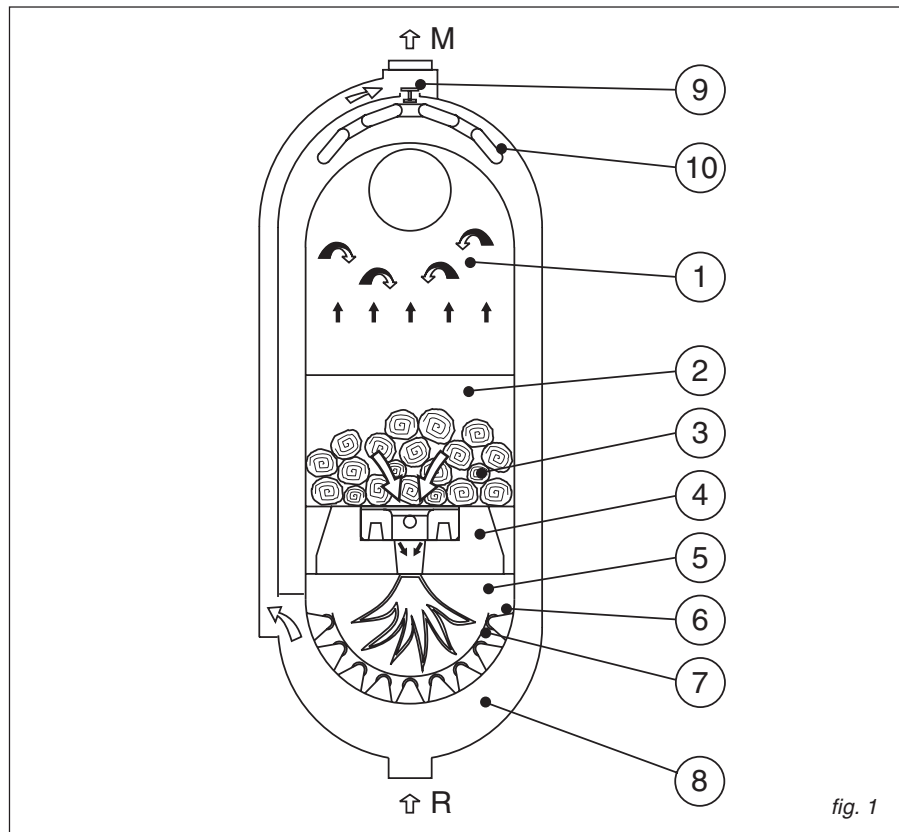

fig. 1
Le circuit hydraulique interne à la chaudière est conçu de telle façon qu'un système thermostatique garde toujours élevée la température de l'eau qui entoure le magasin de chargement en bois, pour éliminer le dangereux phénomène de la condensation. Le corps de la chaudière est constitué de deux parties, intérieure et extérieure, de forme ovale entre lesquelles circule l'eau du circuit de chauffage (fig.1).
On peut distinguer les composants suivants (fig. 1) :
Les cornières sur lesquelles il n'y a ni goudron, ni suie permettent le passage des cendres qui, après s'être déposées sur le berceau inférieur semi-cylindrique (fig. 1 - pos. 7), sont entraînées par les gaz de combustion vers la chambre ou boîte à fumées située à l'arrière de la chaudière.
Le brûleur est composé par une sole en réfractaire (fig. 1, pos.4) comportant une ouverture rectangulaire centrale par laquelle sort la flamme.